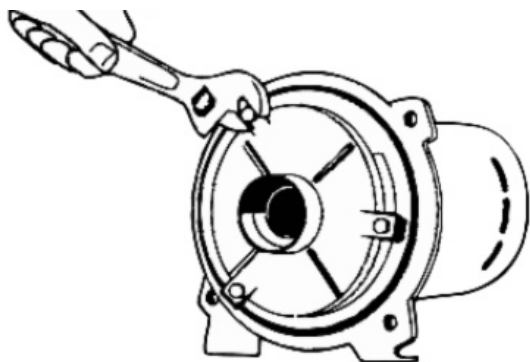

Figure 10 : Retirer la plaque du diffuseur
4. Retirez les boulons de la plaque du diffuseur et détachez le diffuseur (figure 10). Lors du remplacement du diffuseur, utilisez trois cales de 0,010 po d'épaisseur espacées de manière égale entre l'œil de la roue et le diffuseur pour éviter que la roue ne frotte le diffuseur et ne se coince.